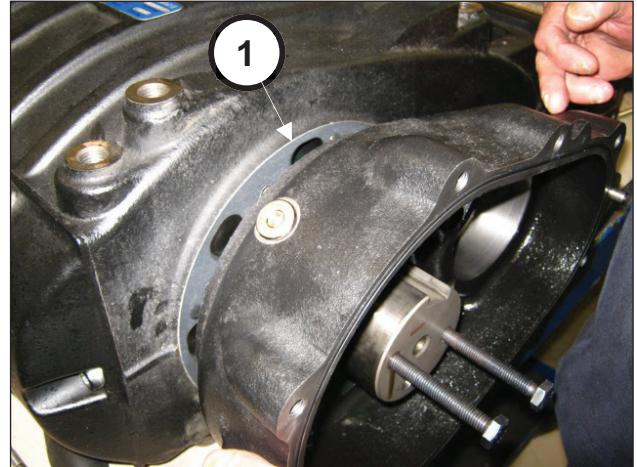
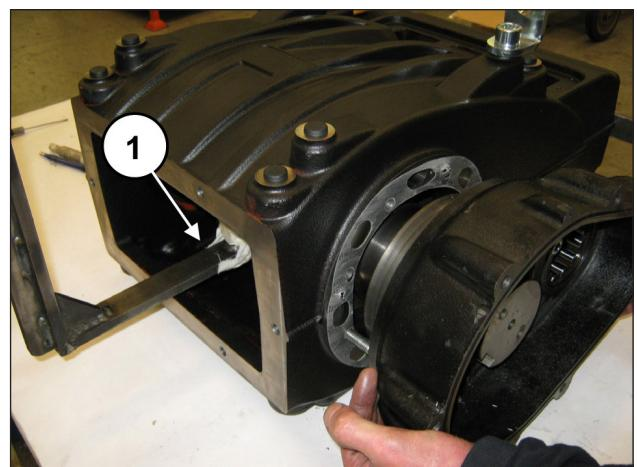

Fig. 24
Fig. 25
Visser progressivement les 3 vis M8 (rep. ①, Fig. 24) afin d'éviter que le boîtier ne s'incline trop et se bloque en position. Déposer le boîtier de réducteur tout en soutenant l'arbre afin d'éviter tout dommage (rep. ①, Fig. 25).